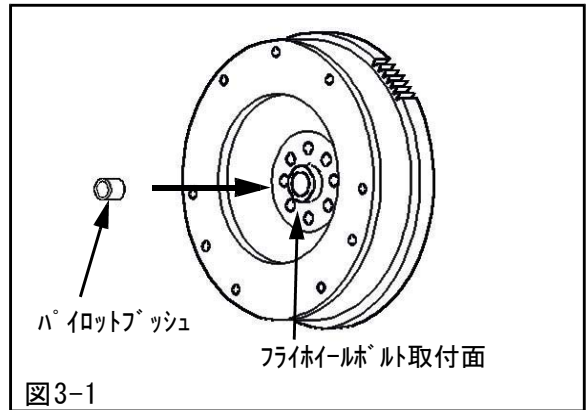

図3-1
- (1) フライホイールにパイロットブッシュをプレスを用いて、フライホイールボルト取付け面と同じ高さになるまで圧入してください。(図3-1)